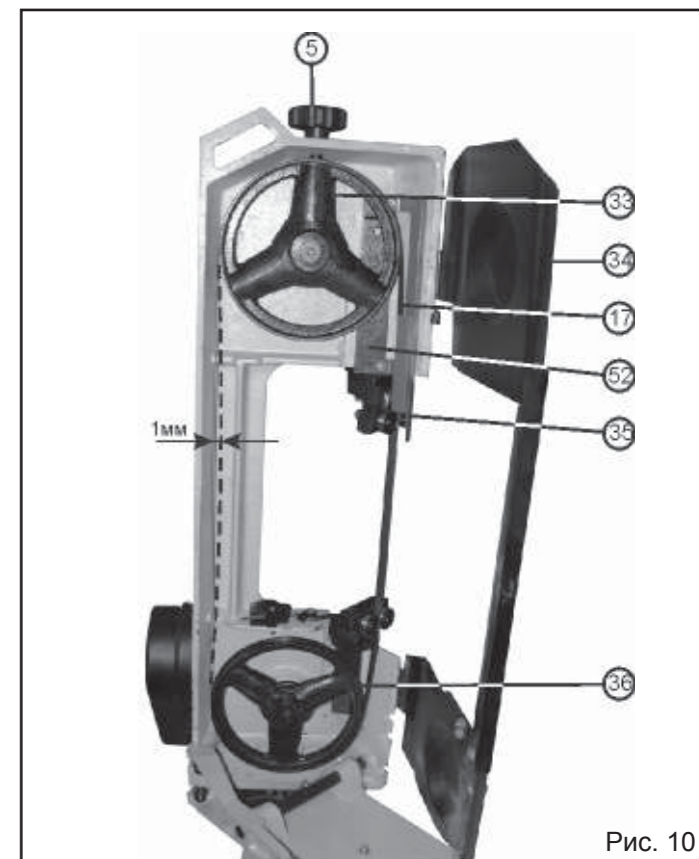

Рис. 10
9.2. Регулировка натяжения пильной ленты, замена пильной ленты (Рис.10)
9.2.5. Как показано на Рис. 10 приложить небольшое усилие в плоскости пильной ленты (17).
9.3. Регулировка смещения пильной ленты (Рис. 10, 11)
9.4.8. Для увеличения перемещения вниз верхней направляющей пильной ленты (40) придерживая последнюю полностью выкрутить маховик установки верхней направляющей пильной ленты (7) переместить верхнюю направляющую пильной ленты (40) вниз до положения возможности установки маховика установки верхней направляющей пильной ленты (7) в верхнее резьбовое отверстие подвижной планки (52) Рис.10.